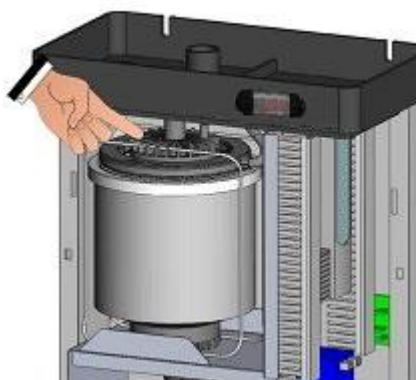

Fig. 1
2. Sostituire la flangia di uscita vapore dell'umidificatore con diametro 25 con la flangia diametro 40 in dotazione (non necessario per gli umidificatori ES24) (**Fig.1**).